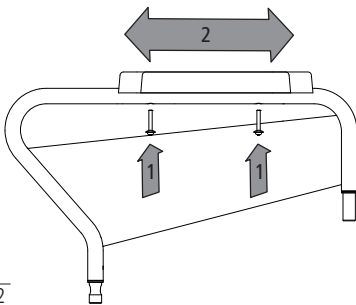

Abb. 32
1. Lösen Sie die Schrauben, mit denen die Armauflage am Seitenteil befestigt ist (1, Abb. 32).
2. Anschließend können Sie die Armauflagen um 30 mm nach vorn bzw. hinten verschieben (2, Abb. 32).